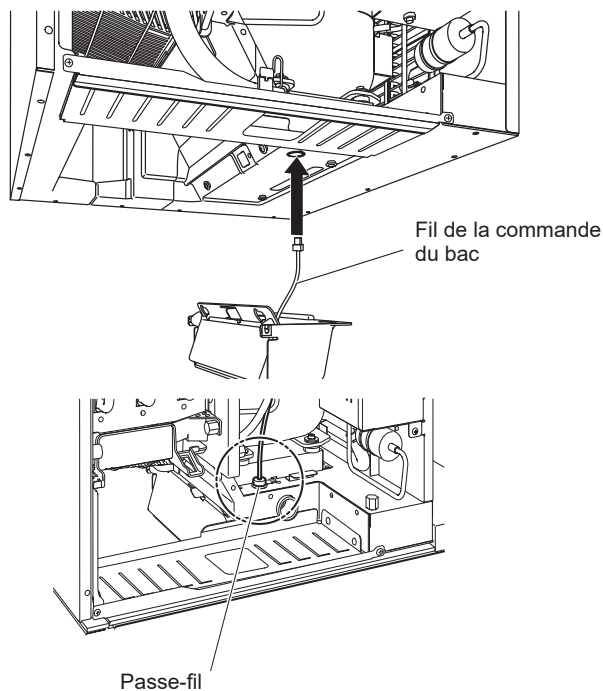

Fig. 5
- 6) Faire passer le fil de la commande du bac par l'orifice situé à la base, puis dans le passe-fil fourni. Voir fig. 5.